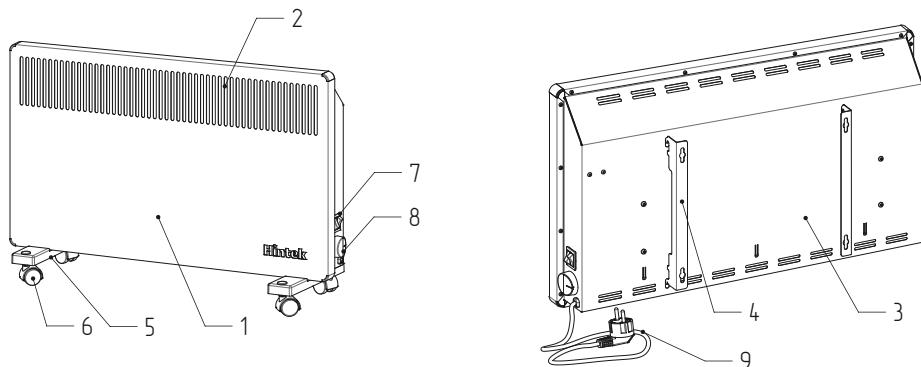

Рисунок 2.
5.1. Конвектор (см. рис. 2, 3, 4) представляет собой металлический корпус, состоящий из передней панели (1) и задней панели (3), внутри которого на шасси расположен электронагревательный элемент (на чертеже не показан). На корпус могут быть установлены настенные кронштейны (4) или колёсные опоры (5), имеющие по 2 поворотных колеса (6). На боковой поверхности корпуса расположены рокерные переключатели с подсветкой (7) и ручка терmostата (8).